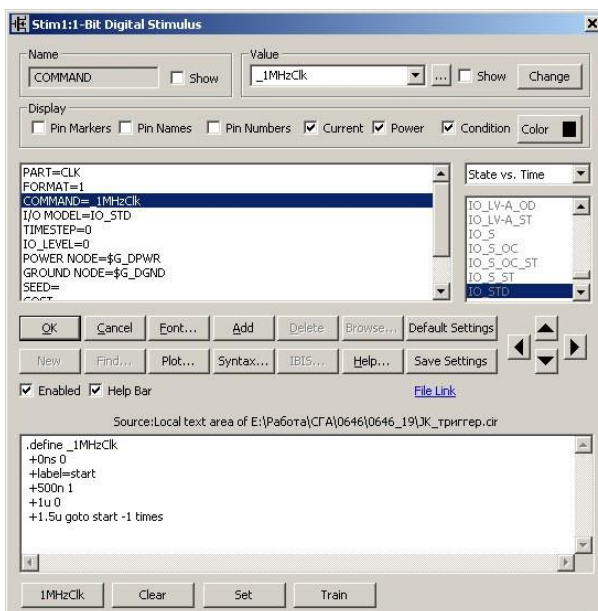

Рис. 5. Диалоговое окно настройки источника синхроимпульсов **Stim1**
8. Настройте параметры источника синхроимпульсов **CLK (Stim1)** в диалоговом окне (рис. 5). Для этого нажмите кнопку **1MHzClk**, устанавливающую программу генерации тактовых импульсов с частотой 1 МГц.